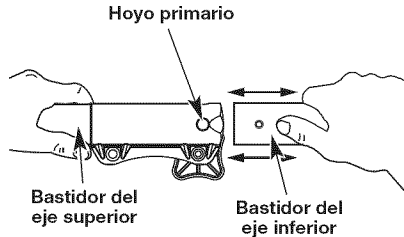

Fig. 2
2. Oprima el botón de desconexión y manténgalo oprimido (Fig. 2).
2. Mientras sostiene el accesorio con firmeza, introdúzcalo directamente en el acoplador Convertible™ (Fig. 2).